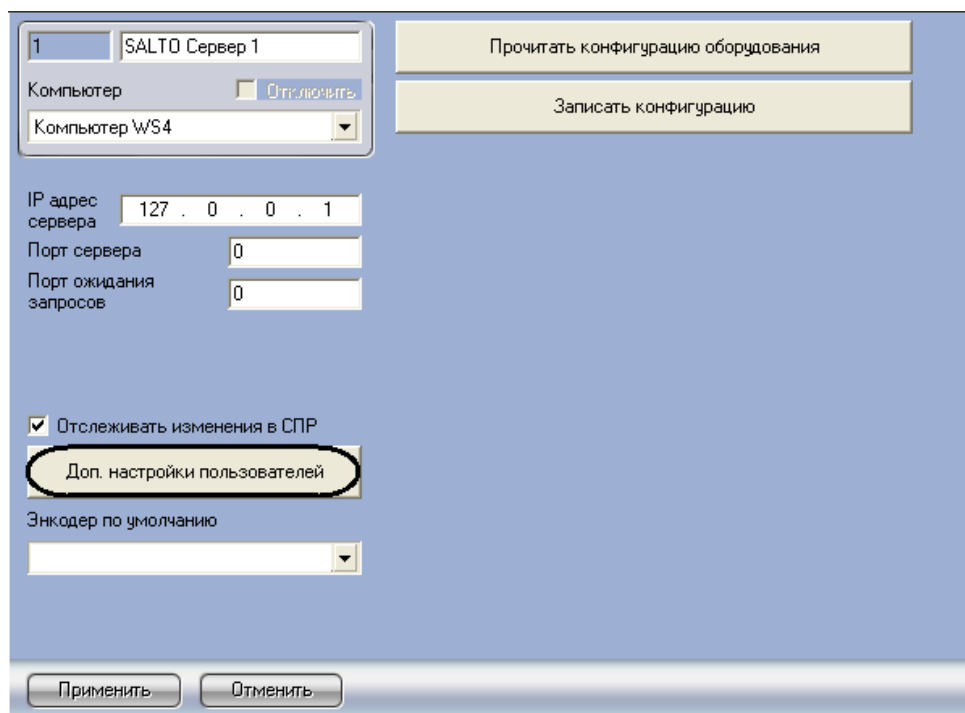

Рис. 3.3—5 назначение пользователям прав доступа
1. Перейти на панель настроек объекта **SALTO Сервер** (Рис. 3.3—5).
2. Нажать на кнопку **Доп. настройки пользователей** (см. Рис. 3.3—5).